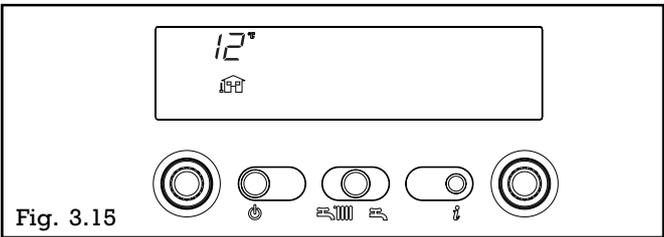

Fig. 3.15
- Info 1** affiche la température extérieure (ex. 12°C) uniquement si la sonde extérieure est branchée (fig. 3.15).